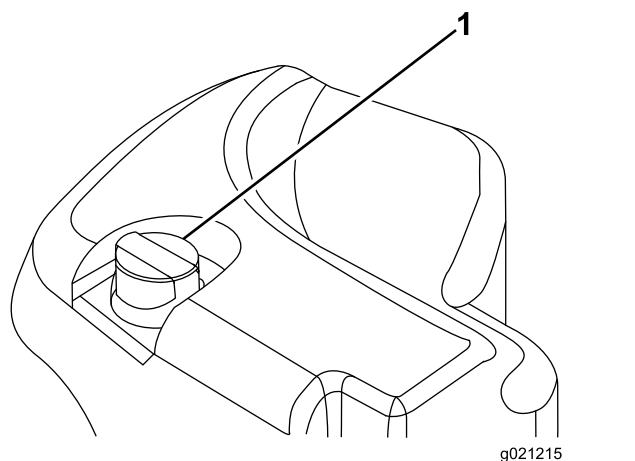

Figure 99
2. Nettoyez la surface autour du goulot et du bouchon de remplissage du réservoir hydraulique (Figure 99). Enlevez le bouchon du goulot de remplissage.